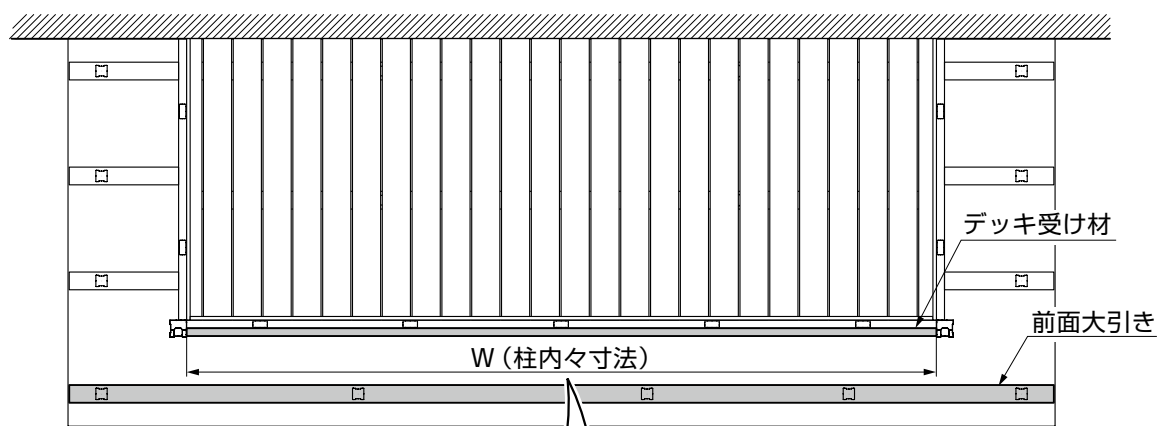

図4-5
- デッキ受け材の加工穴が配置済みの前面大引き(※1)の加工穴と位置が揃うように両端より切断してください。(図4-5参照)